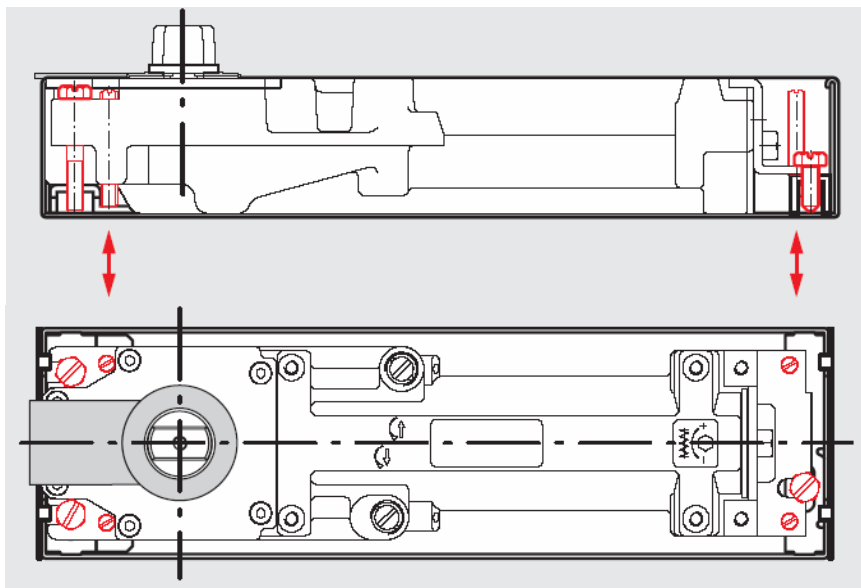

Рис. 2. Принцип клеммного крепления тела доводчика **DORMA BTS 75V**.
- Клеммное (номер заказа 617xxxxx) (**Рис. 2**);